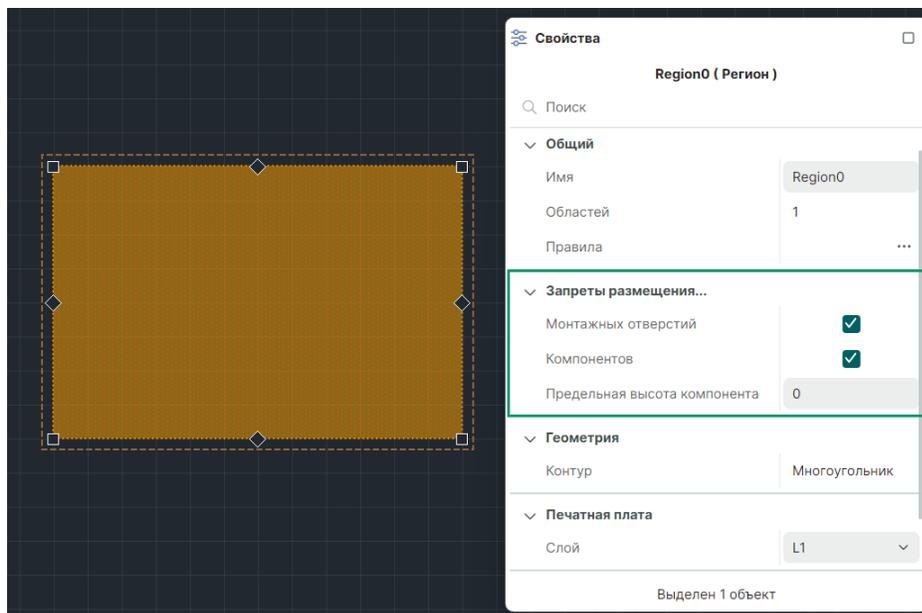

Рис. 188 Установка запрета размещения в регионе компонентов и монтажных отверстий
2. Отметьте в панели «Свойства» → «Запреты размещения...» флагом чек-боксы типов объектов, для которых в регионе будет установлен запрет на размещение, см. Рис. 188.